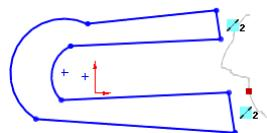

图 4.13.4 强劲裁剪边线
Step1. 选择命令。选择下拉菜单 **工具(T)** → **草图工具(T)** → 剪裁(T) 命令，系统弹出“剪裁”对话框。
Step2. 定义剪裁方式。在“剪裁”对话框中选择 强劲剪裁(P) 方式。
Step3. 在图形区拖动鼠标绘制图 4.13.4 所示的轨迹。